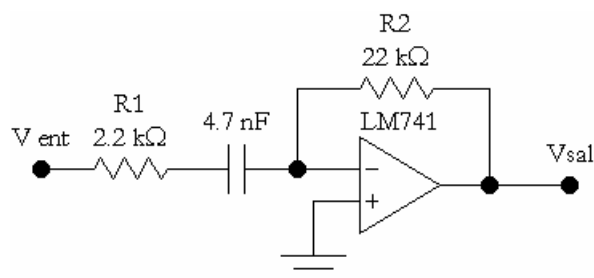

Figura 2
2.1. Armar el circuito de la figura 2.